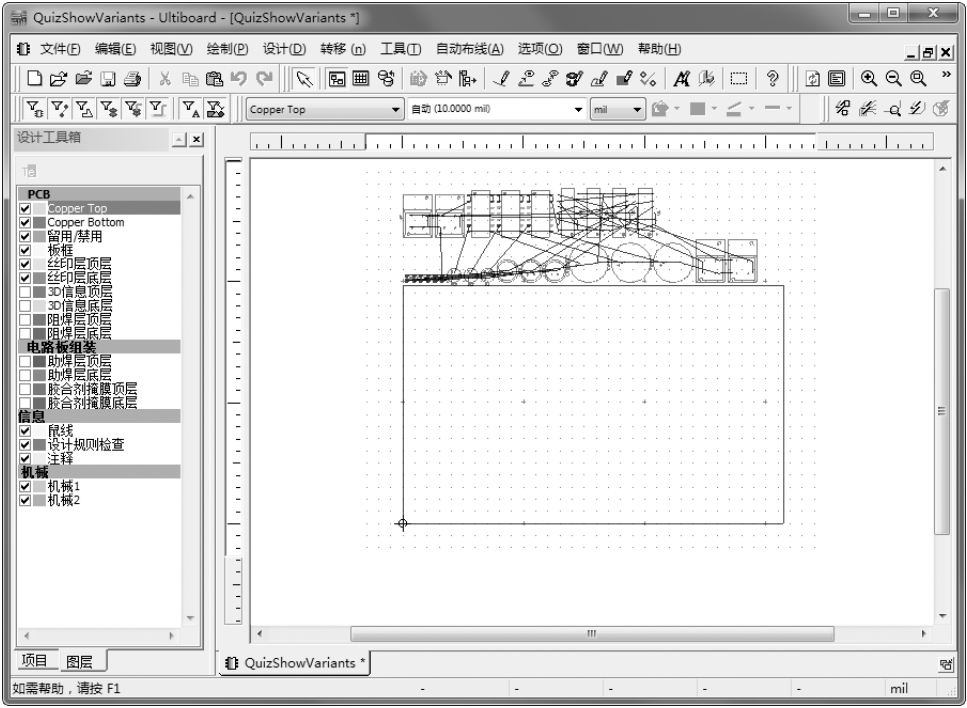

图 12-76 导入网络表后的 PCB 图
4) 单击 **确认(O)** 按钮，导入封装元器件，此时可以看到在 PCB 图布线框的外侧出现了导入的所有元器件的封装模型，如图 12-76 所示。各元器件之间通过鼠线连接仍保持着与